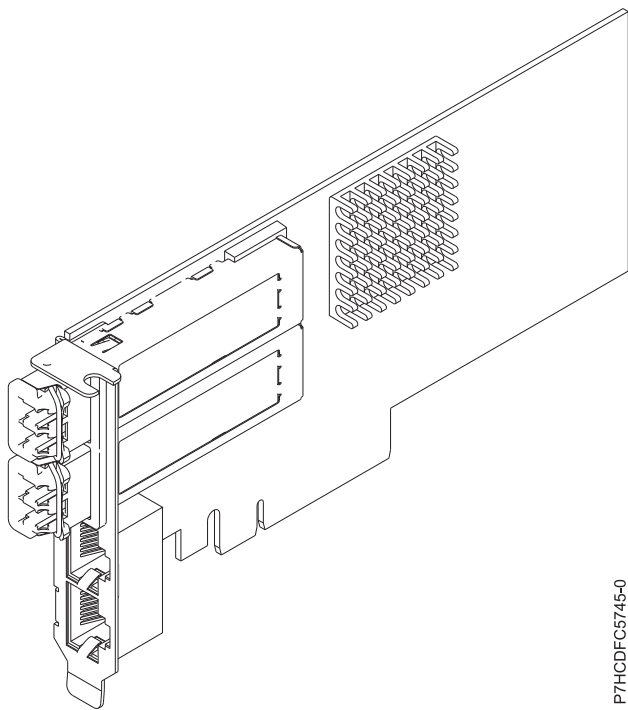

図 38. FC EN0J アダプター
この 4 ポート付きアダプターは、2 個の 10 Gb FCoE SR スモール・フォーム・ファクター・プラグ可能 (SFP+) ポートおよび 2 個の 1 Gb RJ45 イーサネット・ポートを提供します。2 個の 10 Gb FCoE ポートは、リトル・コネクタ (LC) タイプのコネクタによって接続されます。各 FCoE ポートは公称データ速度 10 Gbps (G ビット/秒) のイーサネット接続を提供します。各 1 Gb ポートは、データ速度 1 Gbps でイーサネット接続を提供し、イーサネット・ケーブルによって接続されます。10 Mb データ速度はサポートされません。112 ページの図 38 は、FC EN0J アダプターを示しています。